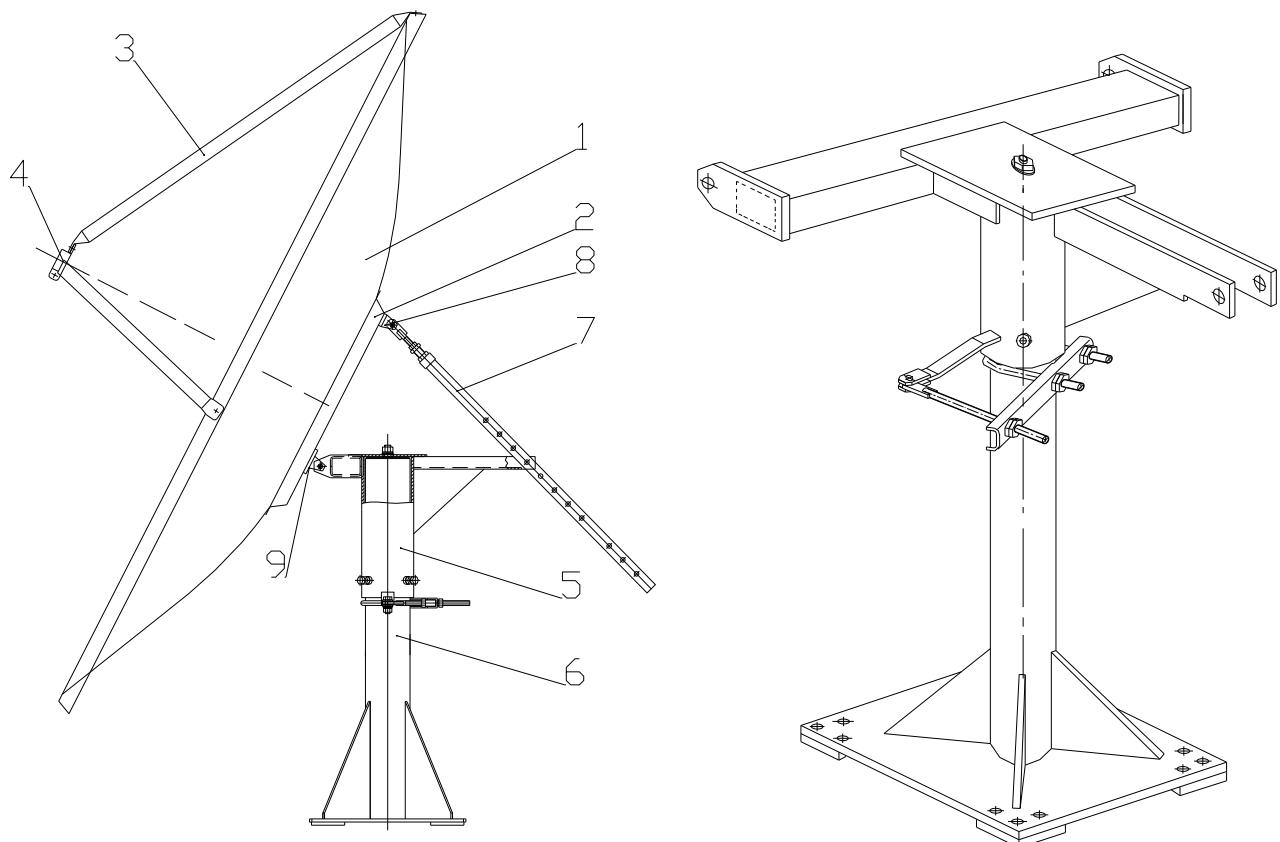

Рис.1
3. Установку рефлектора на ОПУ необходимо производить втроем. Двое держат рефлектор, а третий заводит ушки ОПУ в проушины кронштейнов. Вставить в отверстия спецболты M12. Закрепить. Совместить проушину верхнего кронштейна с тягой ОПУ и закрепить спецболтом M12(см. Рис.1).